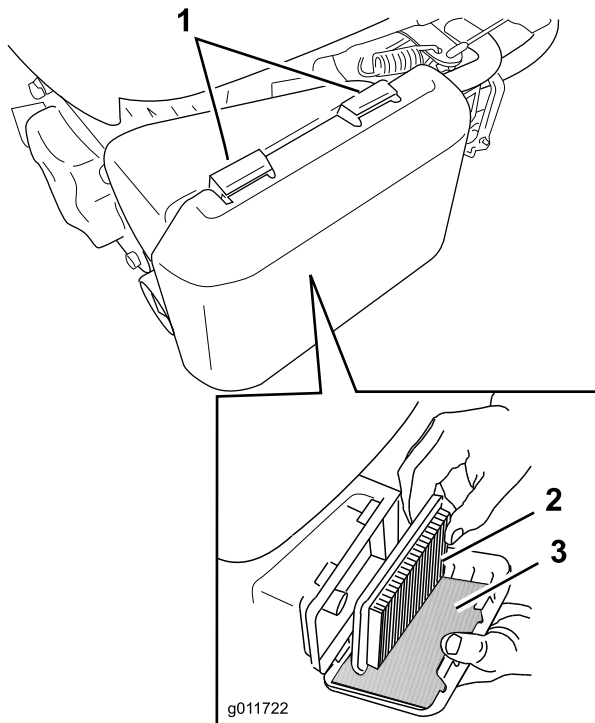

Figura 36
1. Presione hacia abajo los cierres de la parte superior de la tapa del limpiador de aire (Figura 36).
3. Retire el filtro de aire de papel y el pre-filtro de gomaespuma (Figura 36).